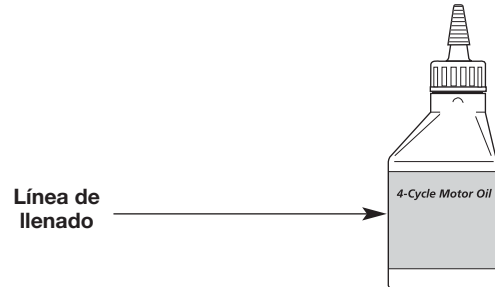

Fig. 21
**NOTA:** Use la botella de aceite vacía que guardó después del uso inicial a fin de medir la cantidad correcta de aceite. Llene la botella de aceite hasta la línea de llenado de 2.03 onzas líquidas (60 ml) que aparece indicada en la parte posterior de la botella (Fig. 21).